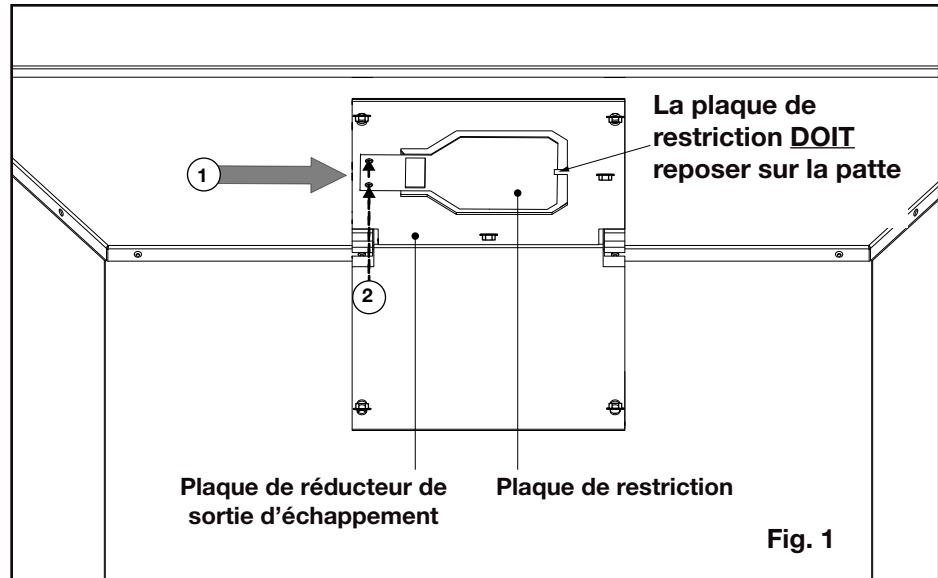

Fig. 1
Pour la performance optimale, **toutes les installations d'évacuation dessus qui utilisent une borne d'air vertical nécessitent une plaque de bride à installer en conjonction avec la plaque de réducteur de sortie d'échappement (Fig.1).**
- Appuyez légèrement sur le compartiment à piles du récepteur, puis relâchez-le afin de permettre au compartiment à piles de sortir. (**Fig. 1**).